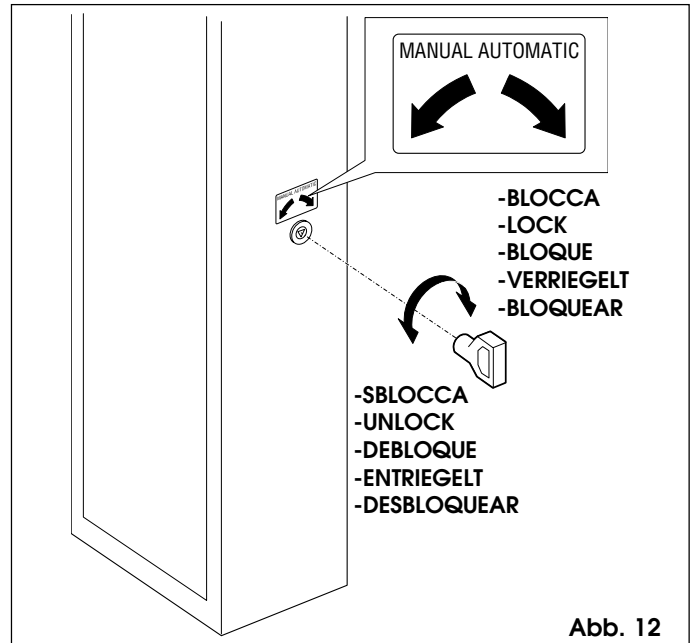

Abb. 12
- Den Dreikant-Standardschlüssel (Abb.12) ins Schloss einführen und 1 Umdrehung **entgegen dem Uhrzeigersinn** machen.